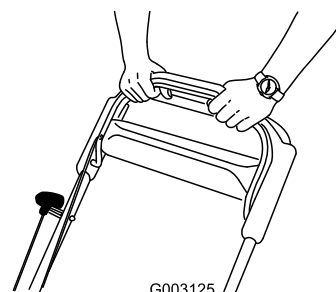

Figura 27
3. Sujete la barra de control de la cuchilla contra el manillar (Figura 27).